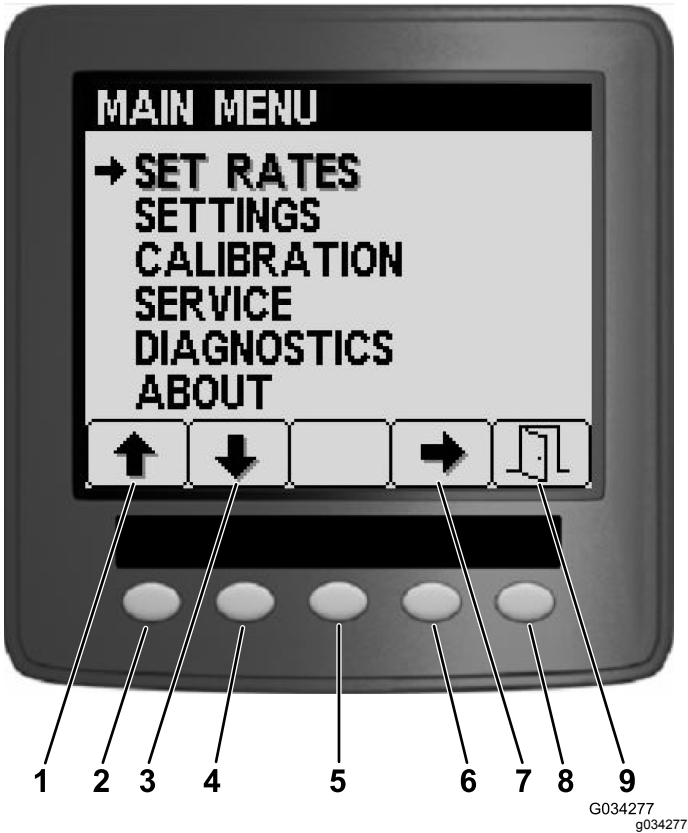
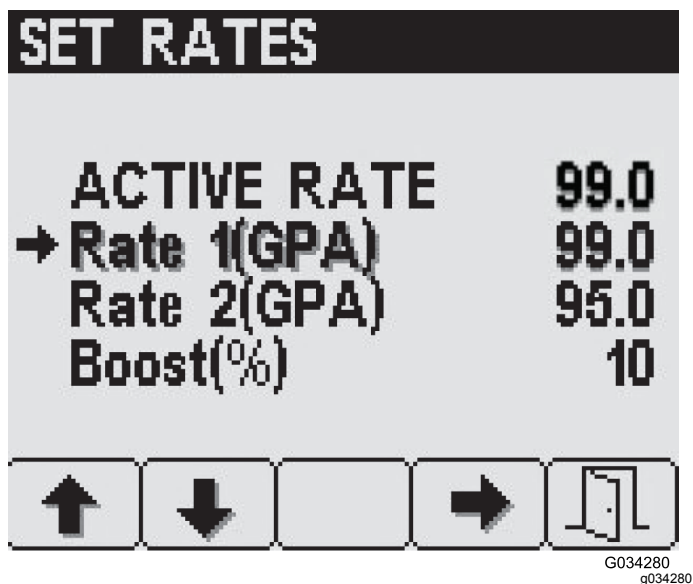
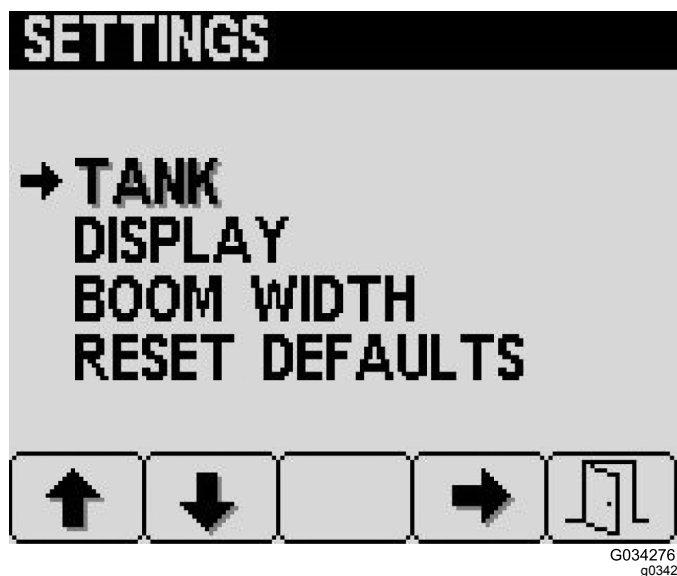

图 16
图 17
图 19
从 Main Menu主菜单屏幕可访问 Set Rates设置喷洒率屏幕、Settings设置屏幕、Calibration校准屏幕、Service维修屏幕、Diagnostics诊断屏幕或 About关于屏幕图 16。
要访问 Set Rates设置喷洒率屏幕按下 Main Menu主菜单屏幕上的 2 号按钮图 16直至到达 Set Rates设置喷洒率然后按 4 号按钮选择 Set Rates设置喷洒率图 17。
- 按 1 号或 2 号按钮直至到达所需喷洒率或增加速率百分比图 17。
要访问 Settings 设置屏幕按下 Main Menu 主菜单屏幕上的 2 号按钮图 16 直至到达 Settings 设置然后按 4 号按钮选择 Settings 设置图 19。
1. 按 Settings 设置屏幕上的 4 号按钮选择 Tank 药缸设置图 19。
1. 按下 Settings 设置屏幕上的 2 号按钮直至到达 Display 显示设置然后按 4 号按钮选择 Display 显示图 19。
喷洒臂宽设置是在制造工厂时预先填充的图 19。